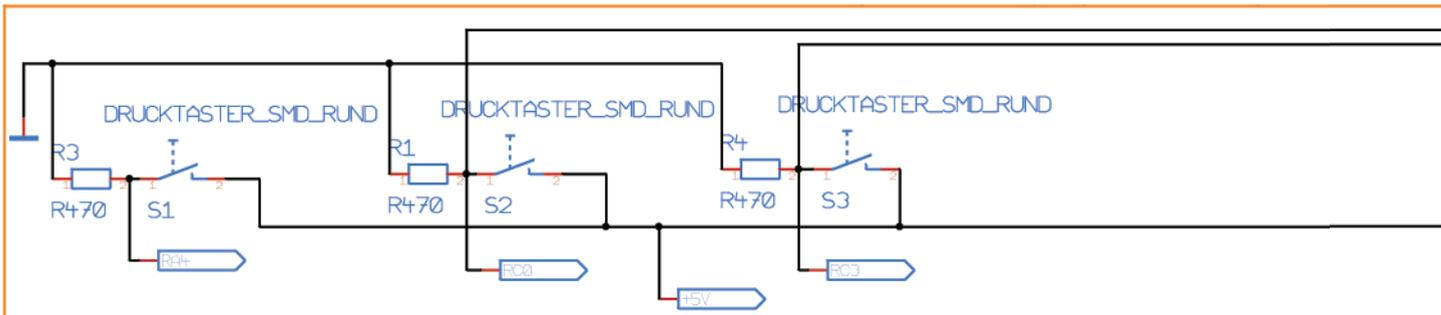

Figure 15 : Étage touches. Les 4 étages de ce circuit permettent la communication avec le CPU et le standby de ce dernier.
**Quatre** touches pour communiquer avec le **CPU** et le standby de cette dernière ont été insérées (voir figure 15).